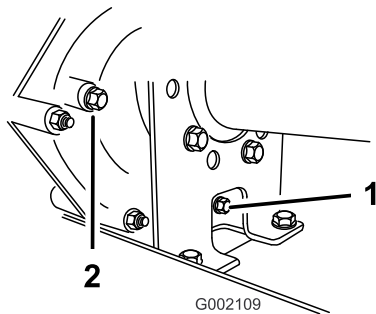
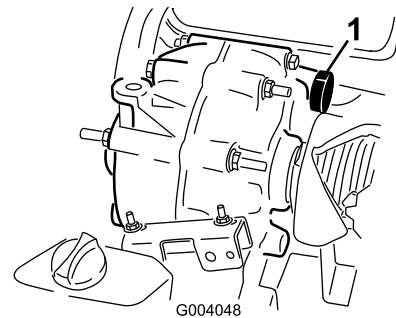

Bild 59
Bild 60
2. Reinigen Sie den Bereich um die Füll- und Ablassschraube mit einem Lappen (**Bild 59**).
4. Drehen Sie die Füllschraube nach links, um sie zu entfernen (**Bild 59**).
5. Drehen Sie die Ablassschraube nach links, um sie zu entfernen (**Bild 59**).
6. Setzen Sie die Ablassschraube und Dichtung in das Ablassschraubenloch am Getriebe ein und ziehen sie an (**Bild 59**).
7. Füllen Sie den Behälter (**Bild 60**) über die Einfüllöffnung mit ca. 1,4 l Öl der angegebenen Ölsorte oder bis der Ölstand im Getriebe die Unterseite des Gewindes erreicht. (**Bild 59**).
8. Setzen Sie die Füllschraube und Dichtung in das Füllschraubenloch am Getriebe ein und ziehen sie an (**Bild 59**).
10. Prüfen Sie den Ölstand und füllen mehr Öl ein, wenn der Ölstand unter dem Gewinde im Füllschraubenloch liegt (**Bild 59**).